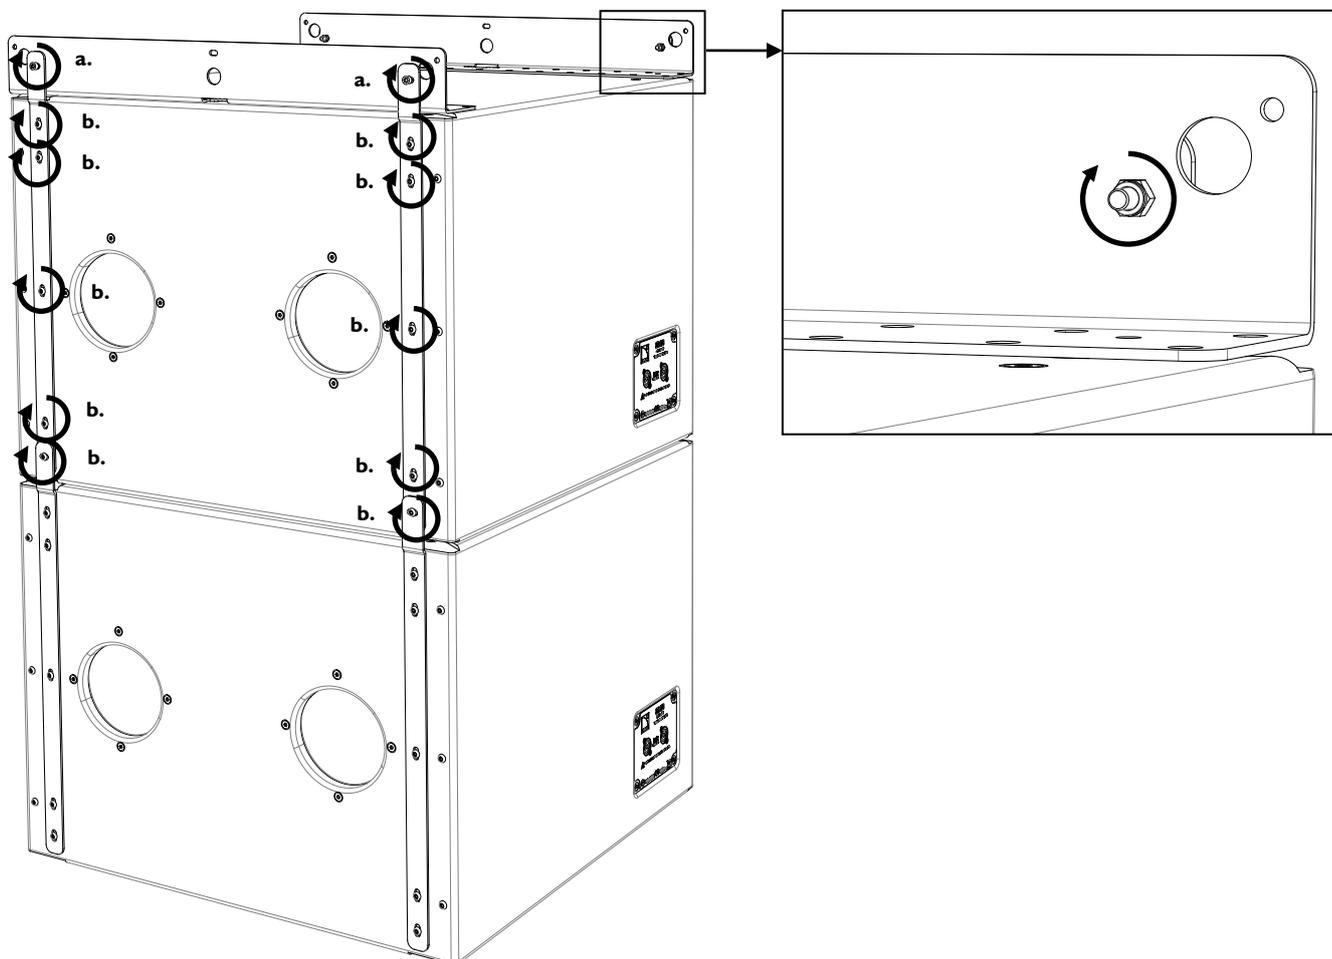

Figure 29 : Fixation des deux barres M-BUMPi au SB18i du haut de ligne
- a. Positionner une barre M-BUMPi face à deux bras du SB18i comme illustré en Figure 29, puis la sécuriser en serrant deux boulons BTR M6 autobloquants (inclus dans le pack M-BUMPi) (embout BTR 5 mm, clé 10 mm, 5 N.m/45 in.lb_f).